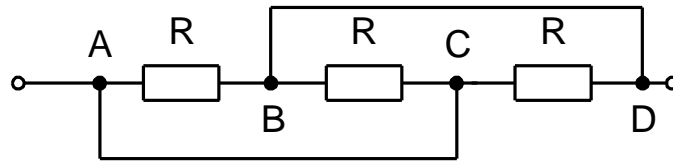

Рис.3
23. Знайти опір ланцюга (рис.3) між точками А і Д. Опором з'єднувальних дротів знехтувати.